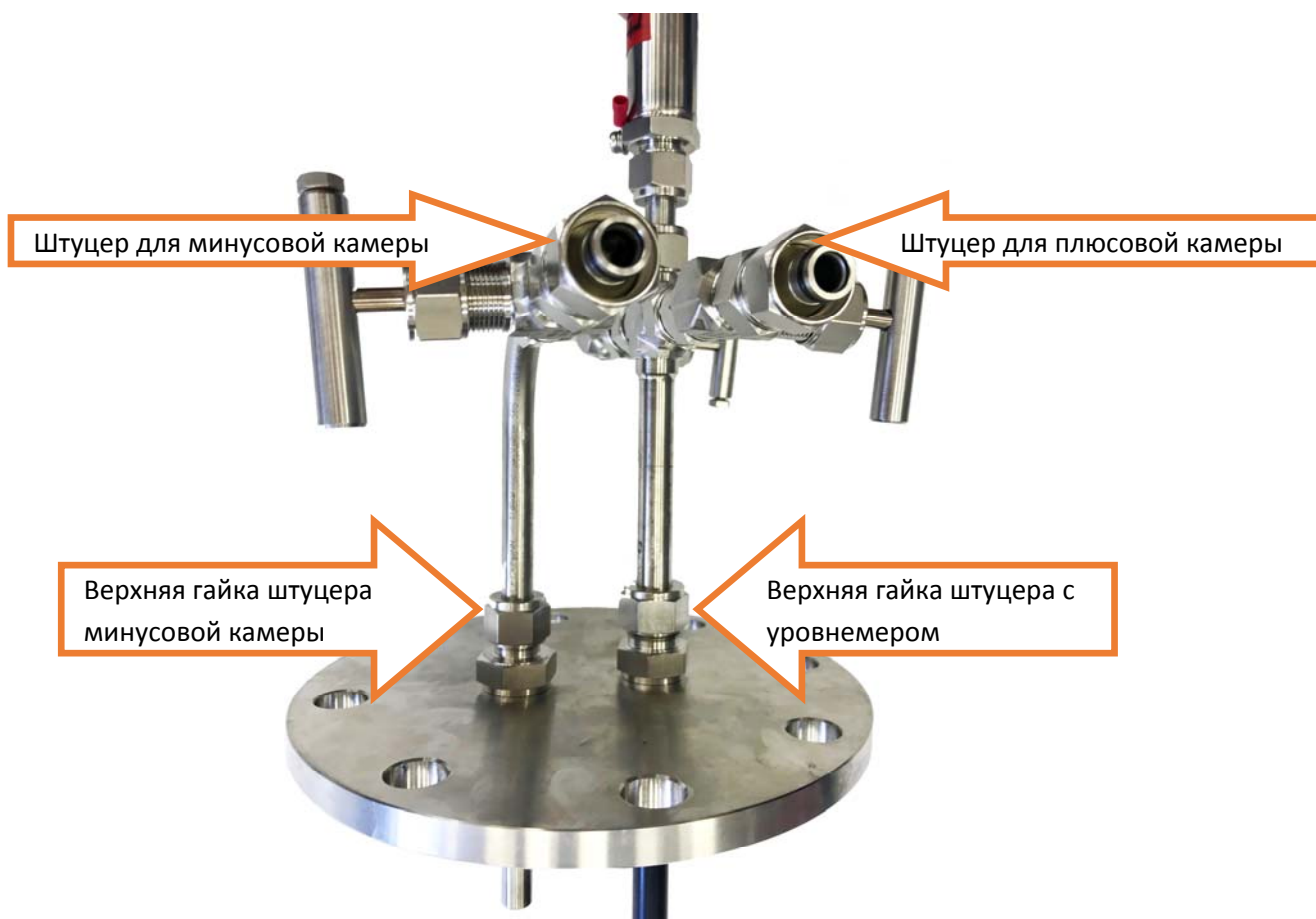

Рисунок 12 – Установка штуцеров для присоединения датчика давления
трубке (5), и штуцер, присоединяющий плюсовую камеру датчика давления на внешнем корпусе (2), были установлены на одном уровне, как показано на рис. 12.
27. Возьмите датчик давления (3) с присоединенным к нему преобразователем (4). Отвинтите «глухую» крышку преобразователя (4) для подключения внешнего кабеля. Подключите внешний кабель согласно разделу 5 настоящей инструкции.
28. Подсоедините датчик давления (4) к штуцерам для минусовой и плюсовой камеры, приведенным на рис. 12. Убедитесь, что подключение соответствует маркировке плюсовой и минусовой камеры датчика давления.